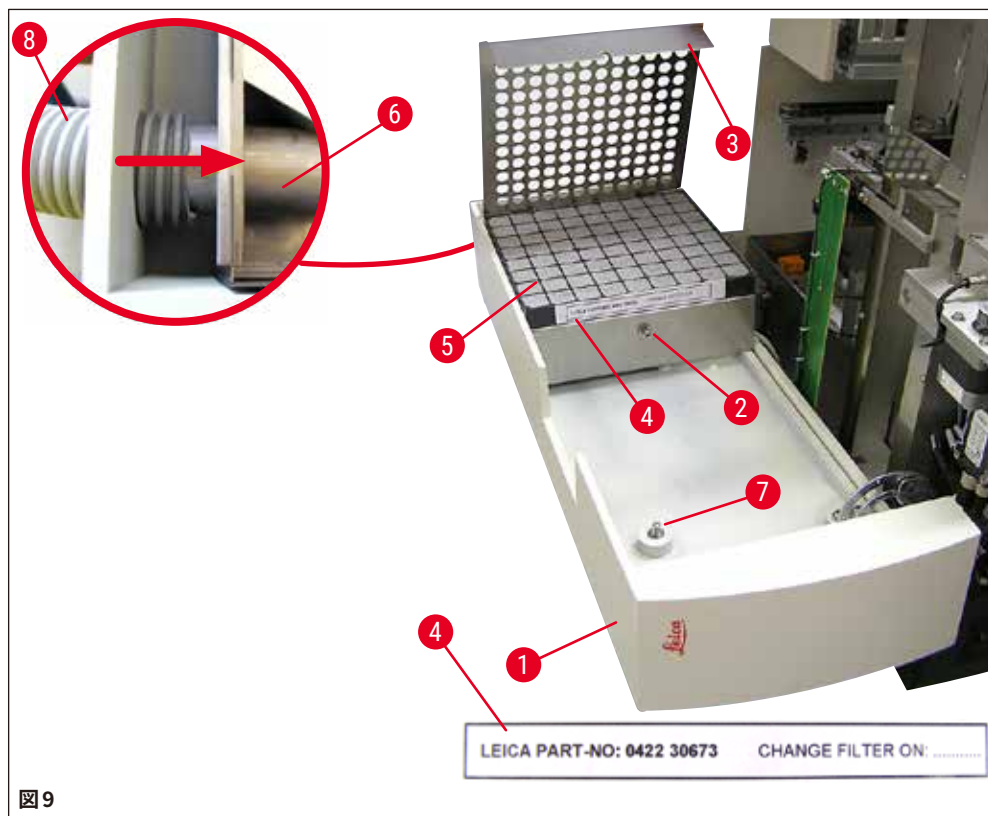

図9
(→ 図 9) 拡大詳細: 排気ホース (→ 図 9-8) の取り付け。写真では、接続ピース (→ 図 9-6) が見えるように、フィルターカバー (→ 図 9-3) とフィルター (→ 図 9-5) を取り外しています。
2. メンテナンスドア (→ 図 15-1) を開けます。このためには、(→ p. 26 - 4.6 ディスペンサーグループの取り付け) (→ 図 9) の手順にしたがいます。